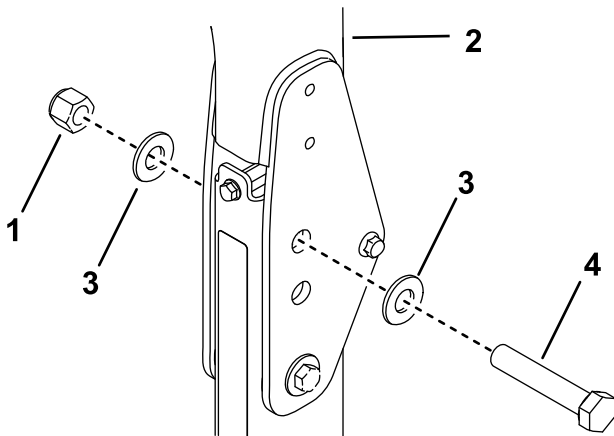

Figure 37
2. Placez une rondelle (13/16" x 1 1/2") sur chaque boulon (3/4" x 4"), comme montré à la Figure 37.
3. Placez les boulons et rondelles dans les trous occupés précédemment par les axes (Figure 37).
4. Placez une autre rondelle sur chaque boulon et fixez le tout avec des écrous (3/4"), comme montré à la Figure 37.